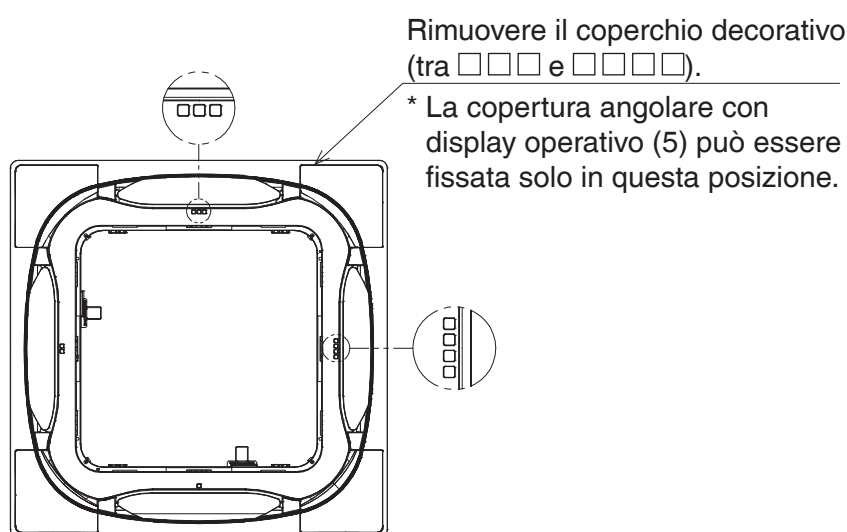

Figura 16
2. Rimuovere il coperchio decorativo nella posizione mostrata nella **Figura 16** (contrassegnata con □□□ e □□□□). (Fare riferimento a **Figura 16.**) (Il coperchio decorativo rimosso non è più necessario.)